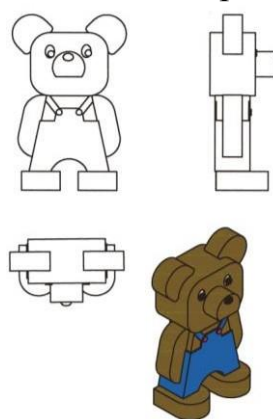

Рис. 12
**Задание 2.** Создать ассоциативный чертеж модели игрушки (рис. 12).